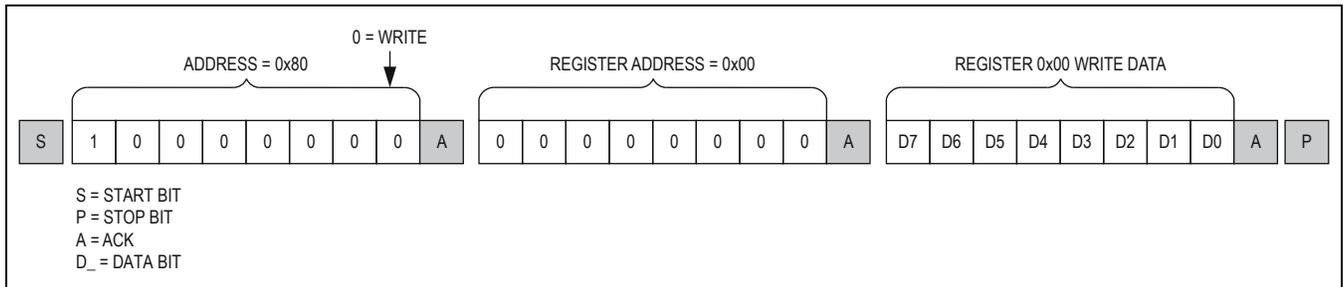

図 26. I²C の書込みの形式
シリアライザ/デシリアライザへの書込みは、R/Wビットを0に設定したスレーブアドレスと、それに続く1バイト以上の情報の送信で構成されます。情報のうち最初のバイトは、レジスタアドレスまたはコマンドバイトです。このレジスタアドレスによって、次のバイト受信時にデバイスのどのレジスタに書込みを行うかが決まります。レジスタアドレスの受信後にSTOP (P)条件が検出された場合、デバイスはレジスタアドレスを格納する以外の動作を行いません(図26)。